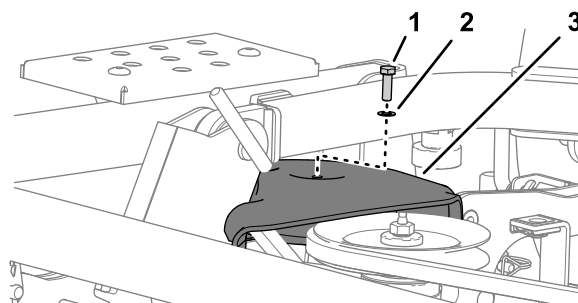

Figura 117
2. Rimuovete il bullone e la rondella che fissano il copripuleggia al piatto di taglio (Figura 117).
1. Allineate il copripuleggia sulla puleggia più a destra; fate riferimento alla Figura 117 in Rimozione del copripuleggia \(pagina 80\).